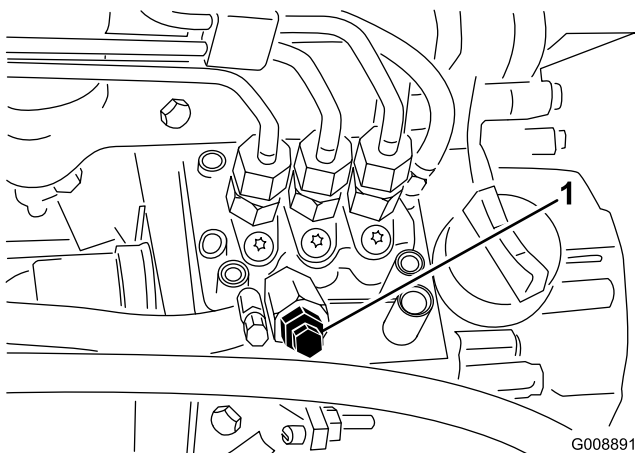

図 26
3. 燃料噴射ポンプについているエア抜きネジ(図 26)をゆるめる。